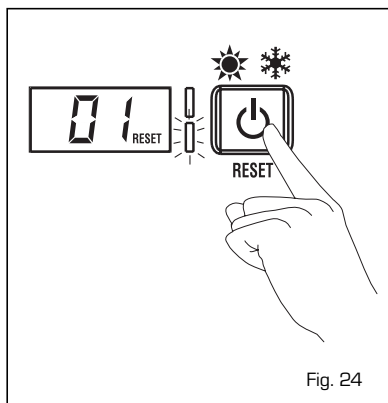

Fig. 24
- ANOMALIA BASSA PRESSIONE ACQUA "AL 02" (fig. 24/a)